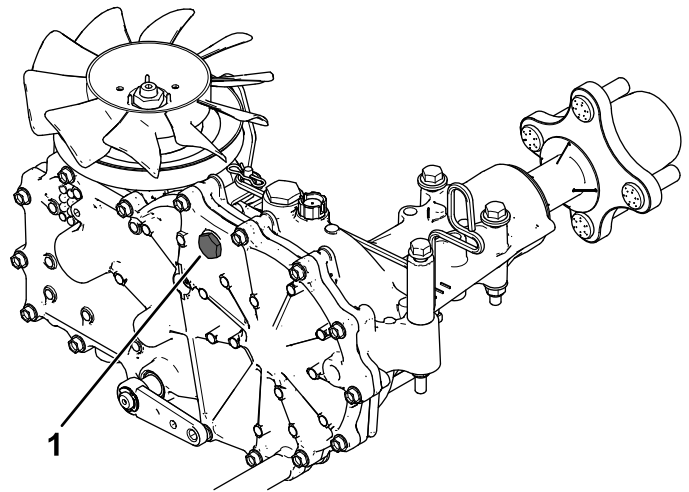
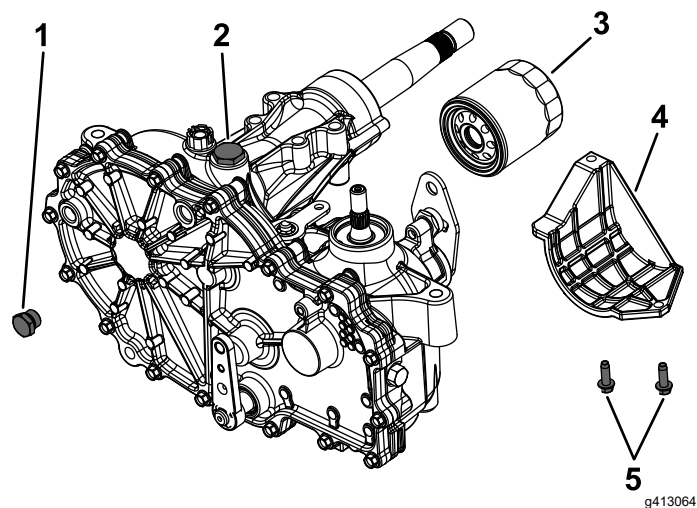

Figure 92
Figure 93
2. Retirez le bouchon de l'orifice supérieur de chaque boîte-pont et vérifiez que le liquide est visible au bas de chaque orifice supérieur (Figure 92).
Si nécessaire, versez du liquide hydraulique Toro® HYPR-OIL™ 500 dans l'orifice de remplissage jusqu'à ce que le liquide soit visible au bas de l'orifice supérieur de chaque boîte-pont (Figure 92 et Figure 93).
4. Localisez le filtre et les protections sur chaque transmission à boîte-pont (Figure 93).
5. Retirez les 3 vis qui fixent la protection du filtre et déposez la protection (Figure 93).
7. Retirez le bouchon de l'orifice supérieur (Figure 93) sur les boîtes-ponts gauche et droite avant de faire le plein d'huile.
9. Rebouchez l'orifice supérieur de chaque boîte-pont lorsque le niveau d'huile atteint cet orifice (Figure 93).